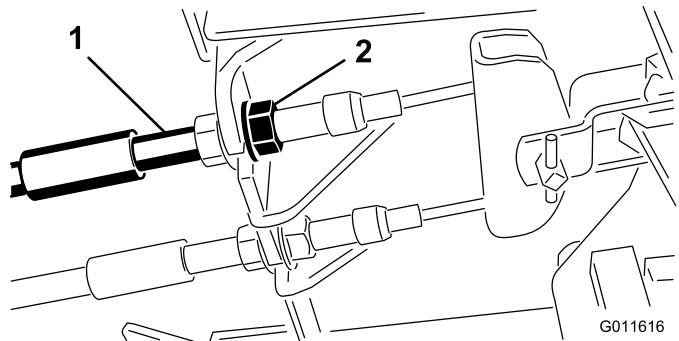

图56
1. 要缩短刹车踏板的自由行程，可以通过松开刹车拉线螺纹端的前螺母，紧固刹车（图56）。